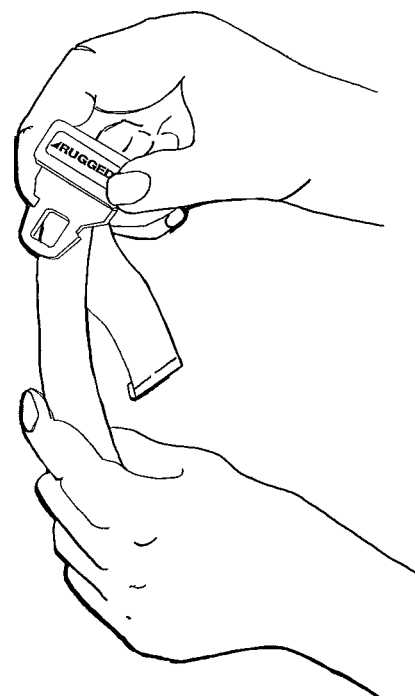

Figure 10 – Allongement de la sangle de sécurité
Pour fermer la sangle, pousser le tenon dans le récepteur jusqu'à ce qu'on entende un déclic. Lorsqu'on a attaché la sangle de poitrine, s'assurer que le tenon passe par les deux points d'assemblage (C) situés sur la sangle d'épaule (figure 10).
Pour allonger la sangle, saisir le tenon de boucle, le tournant pour former un angle avec la toile de sangle puis le tirer vers l'extérieur (figure 10).